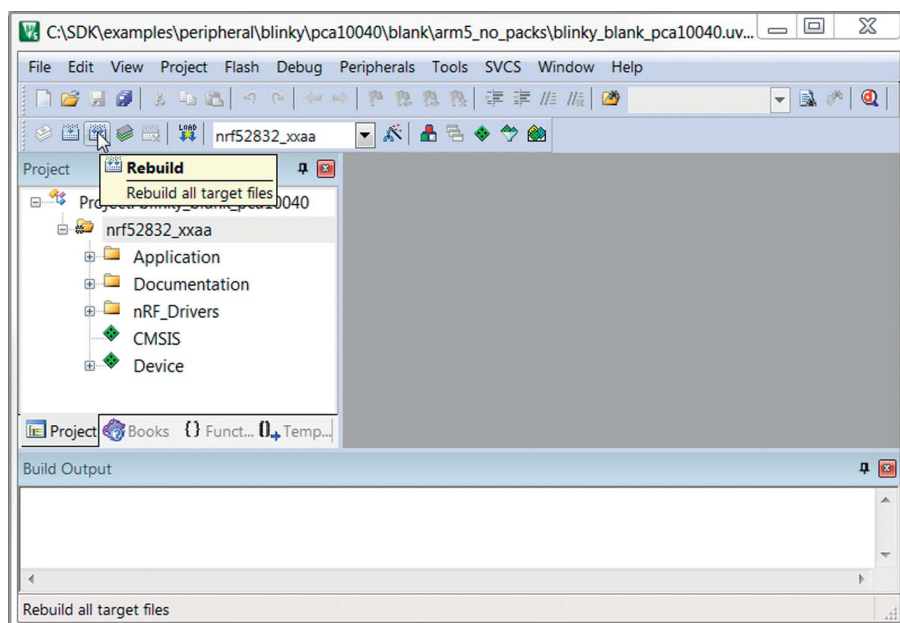

Рис. 6. Компиляция проекта в Keil MDK5
- Скомпилировать проект (см. рис. 6).